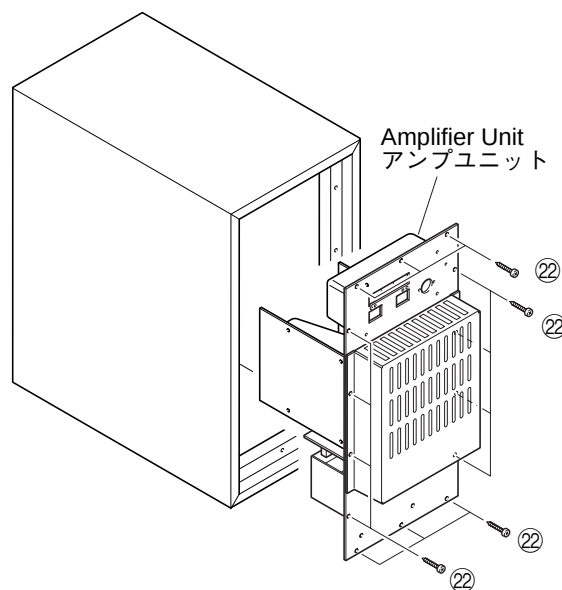

Fig. 13
Remove 14 screws (22) and then remove the Amplifier Unit. (Fig. 13)
22のネジ14本を外し、アンプユニットを取り外します。(Fig. 13)